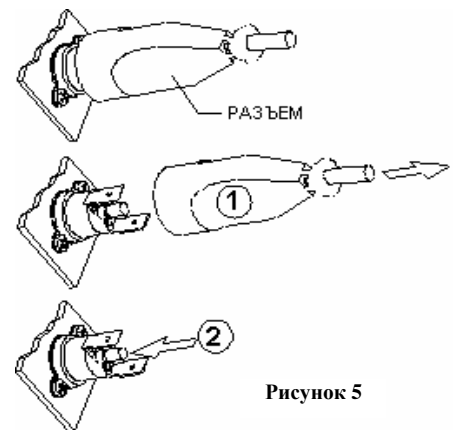

Рисунок 5
Перед тем, как перезапустить термостат после аварийного срабатывания (рис. 5), проверьте, нет ли в дымоходе помех, ограничивающих выход продуктов сгорания. Для перезапуска проведите следующие операции:
- отсоедините разъем 1 (рис. 5) от датчика тяги;
- нажмите кнопку 2 (рис. 5) между двумя электрическими контактами;